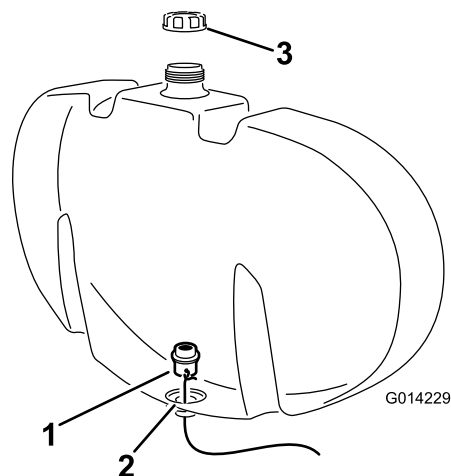

図 3
- 口から出てきた針金を使ってバルクヘッドフィッティングをタンク下の穴に導き入れる 図 3。
- バルクヘッドフィッティングを開口の正しい位置にセットする透明ガスケットがタンクの内壁に密着していることを確認する 図 3。